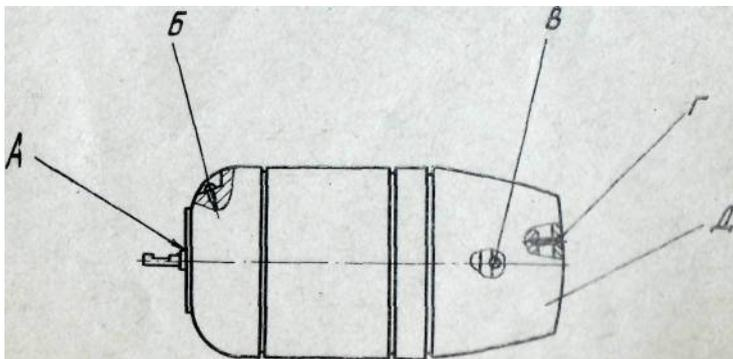

Рис. 3. Электродвигатель
(Для смазки подшипника переднего подшипникового щита отверните винт Б (Рис. 3) и в отверстие для смазки введите 0,3 см3 масла, а также 10—15 капель масла введите в зазор А (между валом и шпинделем, под вал в переднем щите).
Для смазки подшипника заднего подшипникового щита отверните винты Г. (Рис. 3) снимите кожух Д, отверните винт В и введите в отверстие 0,3 см3 масла. После этого установите кожух Д и заверните винты Г
7.8. Замену щетки производите при снятом кожухе Д (Рис. 3).
7.9. Продольный люфт якоря электродвигателя должен быть в пределах 0,1—0,4 мм. Для регулирования люфта снимите кожух Д (Рис. 3), ослабьте контргайку и, вращая отверткой регулировочный винт, установите указанную выше величину люфта. После этого регулировочный винт законтрите в установленном положении контргайкой. Установите на место кожух Д.